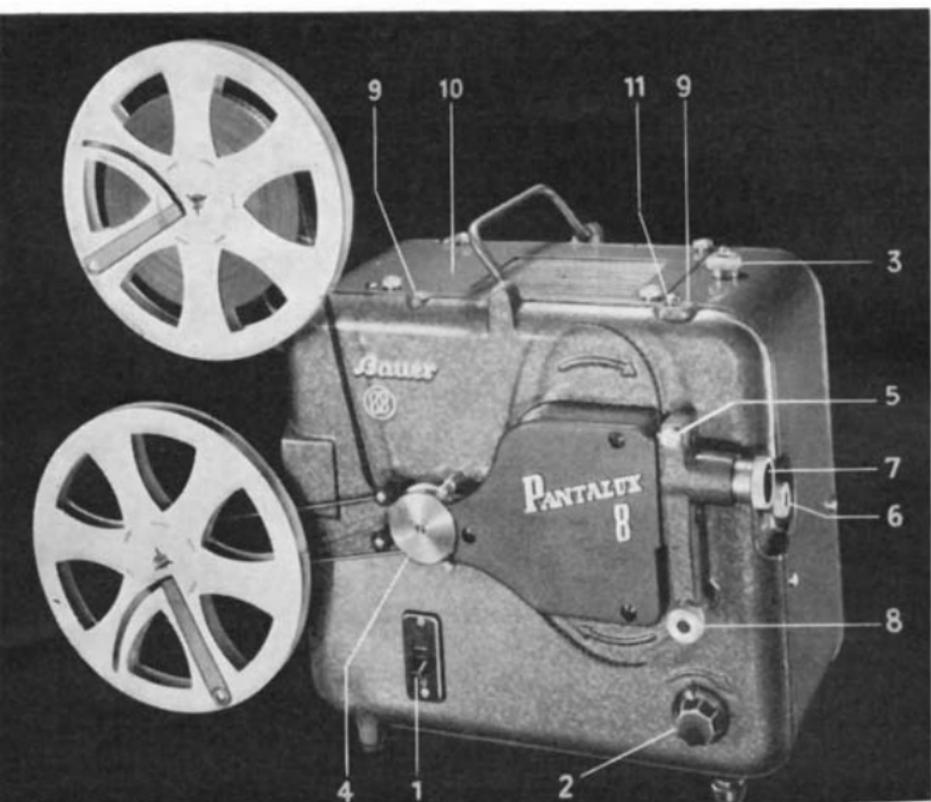
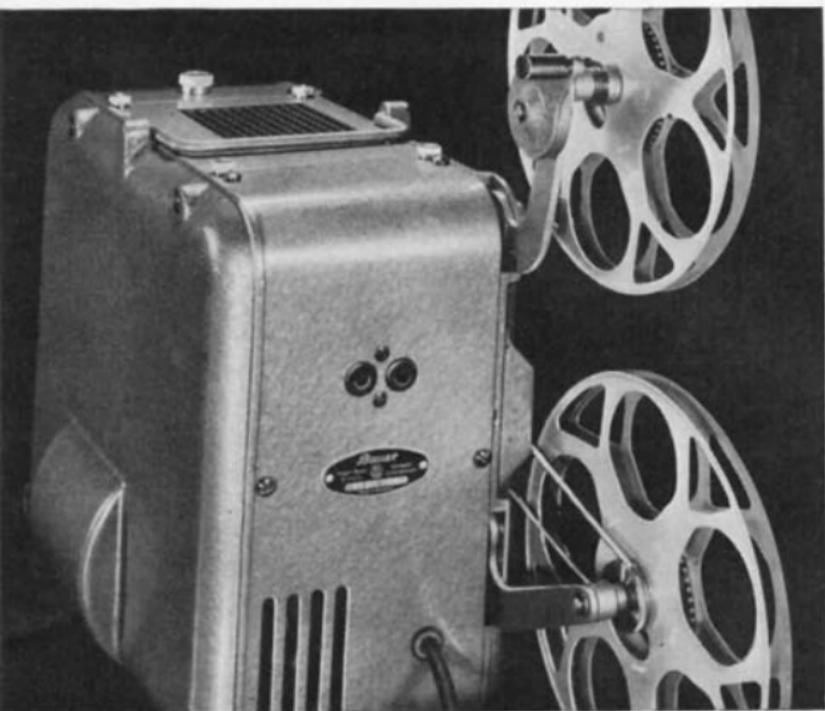

Abb. 1
Abb. 7
Zur Arbeitsbeleuchtung und für die Beleuchtung während der Vorführung kann die auf der Rückseite des Projektors befindliche Steckdose (Abb. 7) benützt werden. Sie führt die gleiche Spannung wie die Netzzuleitung. Eine praktische Arbeitslampe (Liefer-Nr. FGGL 3/1Z) kann in die dafür vorgesehene Haltebuchse (Abb. 1/11) eingesteckt und durch die vorgenannte Steckdose gespeist werden.
Vor dem Einlegen des Films ist es zweckmäßig, den Schalter (Abb. 1/1) einzuschalten und bei halb aufgedrehtem Geschwindigkeitsregler (Abb. 1/2) den Pro-
jektor auf die Bildwand auszurichten. Zur Höhenverstellung dient die Randelschraube (Abb. 1/3). Nach diesen Vorbereitungen kann der Film in die Filmführungsteile eingelegt werden.
Die Spule mit dem vorföhrbereiten Film wird so auf die obere Achse gesteckt, daß die Perforationslöcher dem Vorföhrenden zugekehrt sind, sie liegen dann richtig zu den Zähnen der Transportrolle (Abb. 1/4).
1. Film unterhalb der oberen Laufrollen unter leichtem Krümmen des Bandes auf die Transportrolle (Abb. 1/4) auflegen. Die Zähne der Transportrolle halten das richtig eingelegte Band fest.
2. Nach einer Schleife gemäß der Markierung an der Frontplatte des Geräts das frei hängende Band in die Filmföhrung einlegen. Die Filmtüre kann durch Herausziehen des Rastknopfs (Abb. 1/5) nach vorn geöffnet werden und wird nach dem Einlegen des Films durch leichten Druck nach links wieder geschlossen.
3. Gemäß der Markierung unter dem Greiferkasten wird das Band unter Bildung einer Schleife dem unteren Rand der Transportrolle zugeföhrt und über den beiden unteren Laufrollen an den unteren Rand der Transportrolle (Abb. 1/4) angelegt.
5. Durch Drehen am Handdrehknopf (Abb. 1/6) kann geprüft werden, ob der Film richtig eingelegt wurde.
Nun kann die Vorführung beginnen. Dazu ist lediglich notwendig, den Schalter (Abb. 1/1) nach unten zu drücken. Durch Nachregulieren am Geschwindigkeitsregler (Abb. 1/2) wird die Ablaufgeschwindigkeit des Geräts den Bedürfnissen des Films angepaßt. Durch Drehen an der Rändelung des Objektivs (Abb. 1/7) stellt man das Bild auf Schärfe ein. Falls sich die waagrechten Bildränder nicht mit der Umrandung decken, muß das Bild mit dem Drehknopf (Abb. 1/8) im Bildfenster nach oben oder unten verschoben werden. (Bildverstellung.) Nach dem Ablauf des Films wird der Schalter ausgeschaltet.
Der Motor bedarf keiner Schmierung. Das Gerät besitzt 2 rotmarkierte Ölstellen am oberen Rand der Frontplatte (Abb. 1/9) und je eine Ölstelle am Lager der oberen und der unteren Spulenachse und an der Rückwickelkurbel. Es ist zweckmäßig, nach jeweils 10 Betriebsstunden einen Tropfen Öl in die Ölstellen zu geben. Überflüssiges Öl muß abgewischt werden. Die der Filmführung dienenden Teile müssen auf alle Fälle ölfrei sein, da sonst der Film verschmutzt wird.
Alle Teile der Filmführung müssen öl- und staubfrei gehalten werden. Besondere Aufmerksamkeit ist der Sauberhaltung der Filmbahn zu schenken. Um auch die Filmbahn bequem reinigen zu können, kann die Filmtüre weit geöffnet werden, wenn man den Rastknopf (Abb. 1/5) bei halb geöffneter Filmtüre noch einmal herauszieht und ihn zusammen mit der Tür nach rechts unten bewegt.
Für die Projektionsbeleuchtung dient eine Röhrenlampe 500 Watt 110 V mit Doppelwendel und Spezial-Kinsockel. Die Lampe ist nach Entfernen des Deckels (Abb. 1/10) am Gerät oben zugänglich. Durch leichten Druck nach unten und gleichzeitiges Drehen nach links wird die Lampe aus der Fassung herausgenommen. Die neue Lampe wird in die Fassung eingeschoben, nach unten gedrückt und gleichzeitig nach rechts gedreht. Die Wendelfläche muß parallel zur Kondensorfassung stehen.